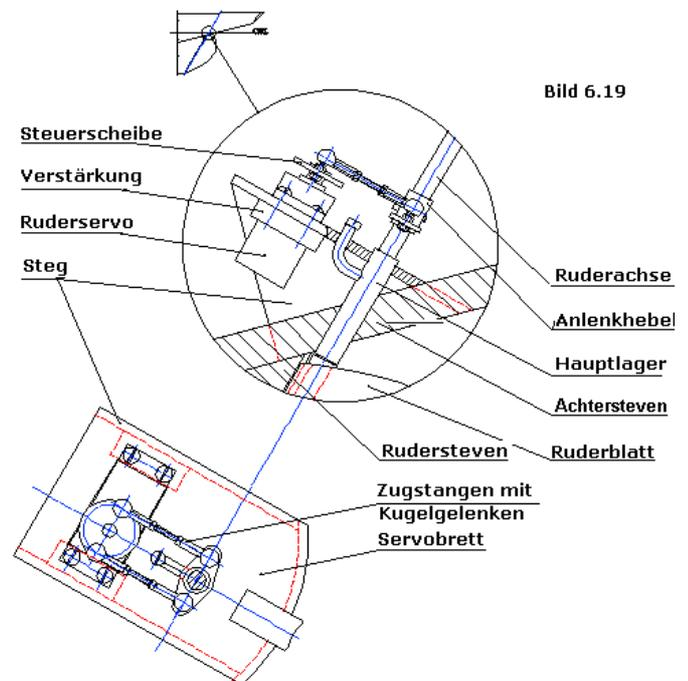

Bild 6.19
**Bild 6.19:** Bei einer doppelten Ruderanlenkung wird, bedingt durch die zwei Steuerstangen, sichergestellt, daß immer jeweils nur eine Stange auf Zug belastet wird, und die gefährliche Knickbelastung wird vermieden. Die Kugelgelenke gleichen die ggf. bei der Anfertigung auftretenden Ungenauigkeiten aus, und helfen so, die Reibungsverluste zu minimieren.
➔ Bild 6.19 zeigt das Prinzip einer Anordnung, die den zuvor gestellten Anforderungen meiner Meinung nach am weitesten entgegen kommt. Ein unmittelbar an der Ruderachse plaziertes und mit ihr parallel ausgerichtetes Servo verstellt das Ruderblatt über eine doppelte Anlenkung aus zwei kurzen Zugstangen. Die spielfreie und gleichzeitig reibungsarme Verbindung der Zugstangen sowohl mit der Steuerscheibe des Servos als auch mit dem Anlenkhebel auf der Ruderachse erfolgt über jeweils zwei Kugelgelenke.